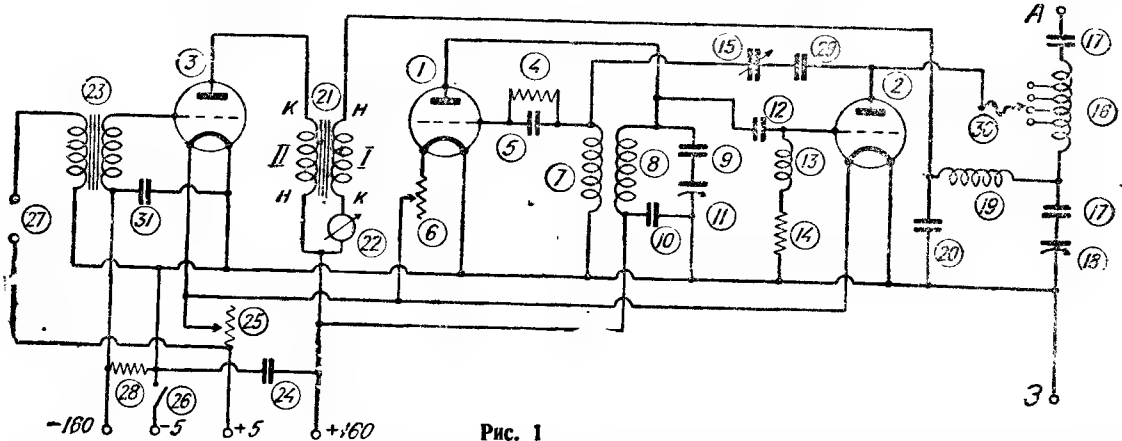

Рис. 1
Рис. 1. Принципиальная схема передатчика, перемонтированного из приемника КУБ-4: 1. Лампа УБ-110 (возбудитель). 2. Лампа УБ-110, УБ-107 или УБ-132 (независим. генератор). 3. Лампа УБ-107 или УБ-132 (модулятор). 4. Сопровительные смещения сетки 30 000 омов. 5. Конденсатор 60 см. 6. Реостат накала. 7. Катушка обратной связи. 8. Катушка колебательн. контура. 9. Разделительный конденсатор 5 000 см. 10. Блокир. конденсатор 10 000 см. 11. Конденсатор колебательного контура $C_{\max} = 140$ см. 12. Разделительный конденсатор. 13. Дроссель — сопротивление (10 000 омов). 14. Сопротивление Каминского 5 000 омов. 15. Нейтринный конденсатор. 16. Катушка антенного контура. 17. Разделительные конденсаторы 5 000 см. 18. Конденсатор настройки контура $C_{\max} = 140$ см. 19. Дроссель высокой частоты. 20. Блокировочный конденсатор 500—700 см. 21. Модуляционный трансформатор 1:1. 22. Миллиамперметр анодной цепи 15—30 мА. 23. Микрофонный трансформатор 1:12. 24. Конденсатор, блокирующий анодное питание 10 000 см. 25. Общий реостат накала. 26. Выключатель накала. 27. Гнезда для микрофона. 28. Сопровительные смещения. 29. Разделительный конденсатор. 30. Штепсель анодной связи. 31. Конденсатор, блокирующий сопротивление смещения модулятора 5 000 см.
Схему КУБ-4 нужно перемонтировать так, чтобы получилась схема, изображенная на рис. 1.
Как видно из рис. 1, передатчик двухкаскадный, с модуляцией на анод усилительного каскада (по Хиссингу). Усилительный каскад работает прямо на антенну без промежуточного контура. Задающий генератор (возбудитель) имеет индуктивную обратную связь. Питание обоих каскадов по последовательной схеме. Дроссель высокой частоты (19) необходим ввиду того, что питание подводится к точке контура, имеющей по отношению к земле напряжение высокой частоты.
Модуляционный трансформатор (21). В качестве его используется междупламповый трансформатор, имеющийся в приемнике КУБ-4. Его можно оставить без перемотки, включив вторичную обмотку в анодную цепь усилителя мощности, а первичную—в анодную цепь модулятора, как видно из схемы рис. 1.
Катушки контура усилительного каскада (антенного) (16). Для этого контура могут быть использованы без изменения катушки «I контур 112—200 м» и «I контур 62—112 м». Но так как для лучшей отдачи в антенну путем подбора величины анодной связи катушка должна иметь выводы (см. схему рис. 1), то лучше наматывать эту катушку заново на том же каркасе, ибо имеющиеся (двух- и трехслойные) устройства отводов не допускают. Для первого диапазона (135—200 м) новая катушка мотается однослойной, вплотную проводом ПШО 0,3—0,35 мм—49 витков на том же каркасе, причем с последнего срезается деревянный ободок, чтобы каркас получился цилиндрическим. Выводы делаются от начала, 1, 7, 13 и 19 витков, и присоединяются к гнездам ламповой панельки, укрепленной на верхнем торце катушки. Устройство этой катушки ясно из рис. 5 (справа).